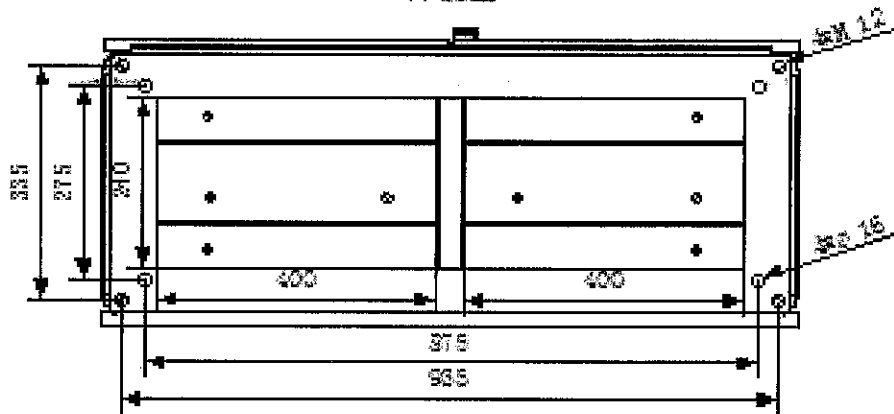

图 1 外形尺寸和安装尺寸图
塔基控制柜外形尺寸及安装尺寸见图 1。
- 3.3 塔基控制柜的外形安装尺寸见图 1 所示。
- 5.3 电气原理图 1 份。